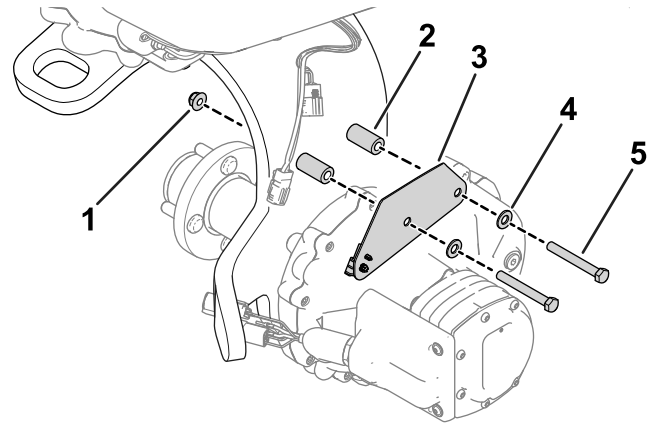

Figura 4
2. Utilizzate la bulloneria rimossa in precedenza per fissare la nuova staffa del cablaggio preassemblato alla forcella orientabile (Figura 4).